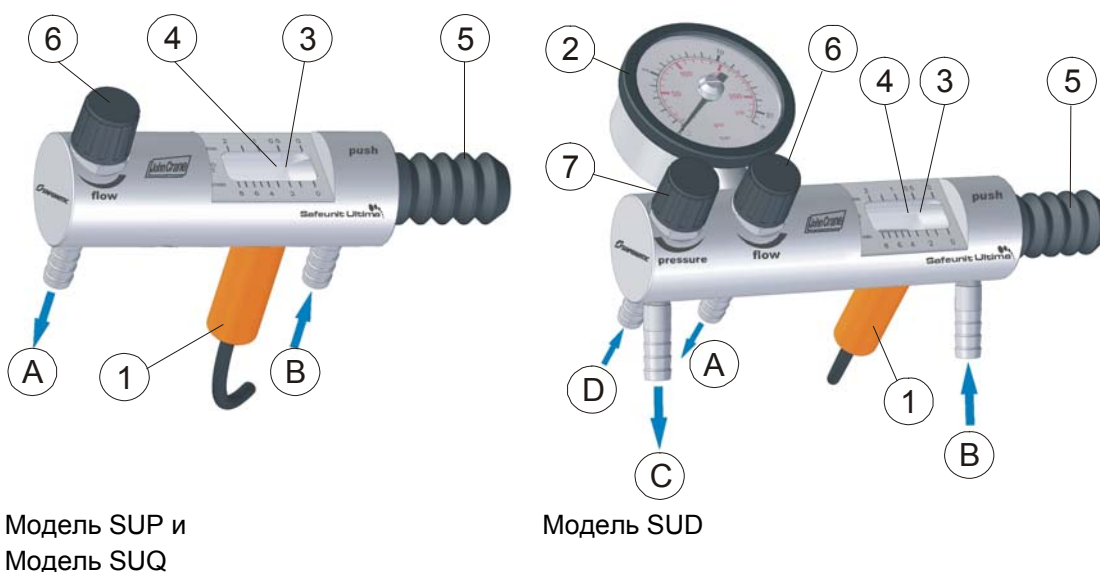

Рисунок 1. 40201.cdr и 40202.cdr
- При помощи клапана регулирования (6, рисунок 1) настройте необходимый расход.
- Установите нужное значение по черному индикатору (4, рисунок 1) расходомера. Это позволяет отслеживать изменения расхода промывочной жидкости без повышенного давления, внешней промывочной жидкости или уплотняющей жидкости сальникового уплотнения.
- Полностью откройте оба клапана (6 и 7, рисунок 1.)
- При помощи клапана регулирования (7, рисунок 1) настройте необходимый расход (несмотря на то, что расход снижается).